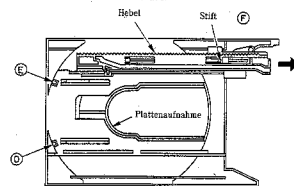

Abb. 4
##### (3) Austausch des Plattenhalters (Abb. 4)
Nach dem Ausbau der Plattenlade, entfernen Sie die Stifte (f) und (g) von der Plattenaufnahme (Abb. 4). Danach nehmen Sie den Plattenhalter hoch und heraus.
##### (4) Austausch der Zahnstangen (Abb. 4)
Bringen Sie die Zahnstangen in die Lage, wie in Abb. 4 gezeigt. Heben Sie die Schienenhalter (h) mit einem flachen Schraubenzieher etwa 1 mm ab und entfernen Sie den Träger in Pfeilrichtung.